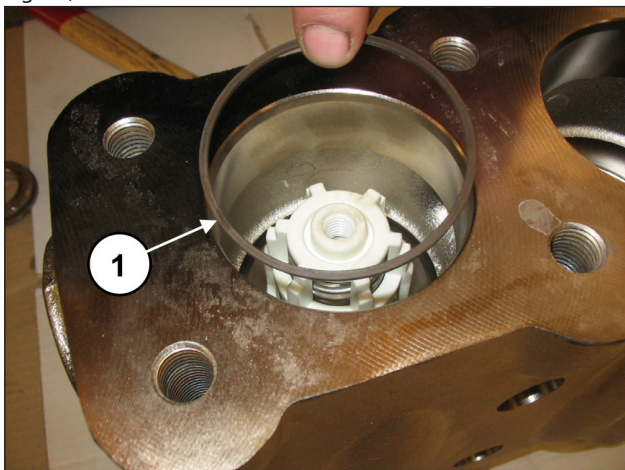

Fig. 99
Inserire l'anello antiestrusione, pos. esplosa n. 16 (pos. ①, Fig. 99).